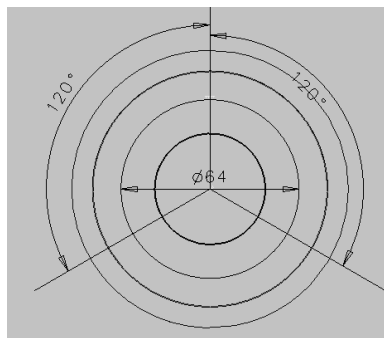

图 3-7 绘制辅助线
11. 绘制圆形。单击图标面板按钮，以实体中心为圆心，绘制一个直径为 64 的圆形，效果如图 3-7 所示。